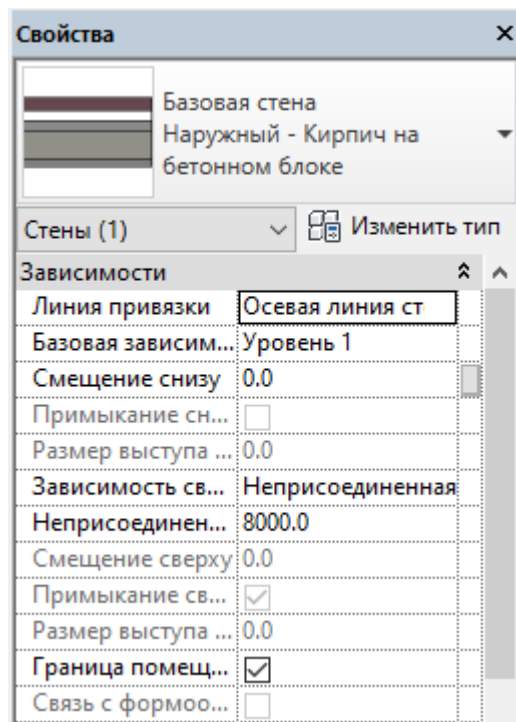

Рисунок 4.5 - Палитра Свойства
**Палитра свойств** (рис. 4.5) – это диалоговое окно, в котором можно просматривать и изменять параметры и тип, определяющие свойства элементов.